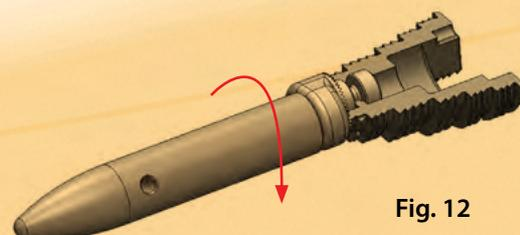

Fig. 12
- Atornille el vástago de prueba al adaptador de offset de prueba del lado que incorpora una rosca (Fig. 12). La selección del vástago de prueba dependerá del tipo de vástago a implantar.